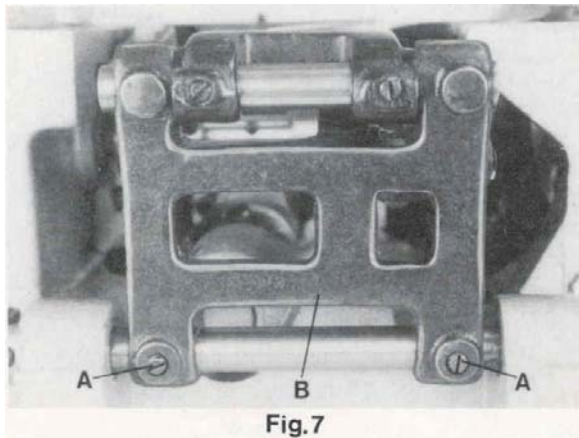

Fig.7
After loosening screws (A, Fig. 7) rear in the feed rocker (B), the feed bar with feed dog can be moved laterally to center the feed dog in the throat plate slots, if required. Retighten screws (A).
Después de haber soltado los tornillos (A, Fig. 7) en el marco del transporte (B), la barra de alimentación con el alimentador puede ser movido lateralmente para centrar el alimentador en las ranuras de la placa de la aguja, si haga falta. Apriete los tornillos (A).